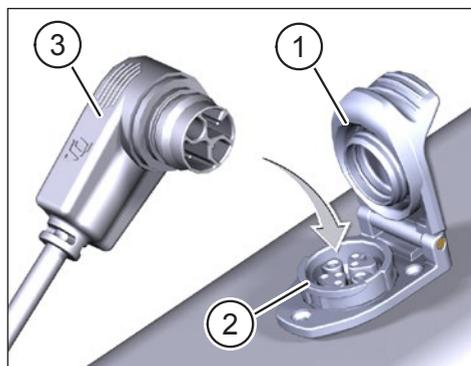

Fig. 2: Cargar batería integrada
- ▶ Abra la tapa (Pos. 1 en Fig. 2) del puerto de carga (Pos. 2 en Fig. 2) del cuadro de la bicicleta.
- ▶ Alinee el enchufe de carga (Pos. 3 en Fig. 2) del Charger de modo que los códigos de enchufe del enchufe de carga y del puerto de carga coincidan (véase Fig. 2).